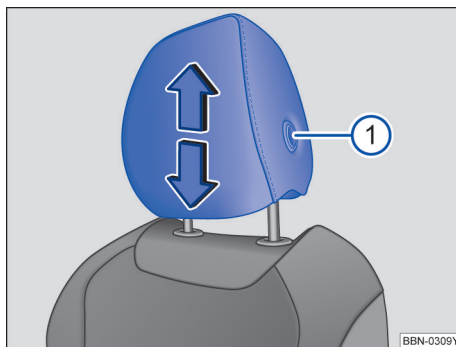

图 74 调整前排头枕
- 按住按钮→图 74①，同时沿箭头方向上推或下压头枕即可将头枕调整至合适高度。